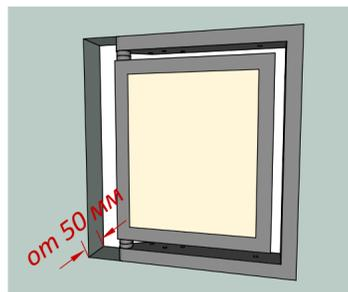
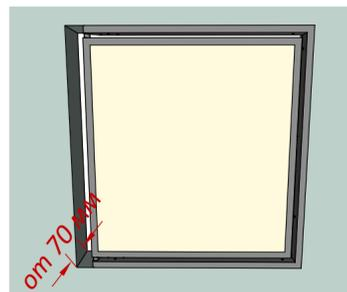

Рис. 1
Рис. 2
- Глубина (толщина) проёма должна быть: для люков менее 600*600 мм = минимум 50 мм (рис.1); для люков более 600*600 мм = минимум 70 мм (рис.2).
3. Учитывайте особенность расположения плитки на створке люка со стороны петель, она должна выступать на 40 мм (Рис.1) и при открывании люка эти 40 мм будут входить в проём (Рис.2) на 70 мм от лицевой плоскости люка без клея и плитки (Рис.3). Сам проём расширяем со стороны петель на 50 мм (Рис.4). Эти 50 мм покроят: